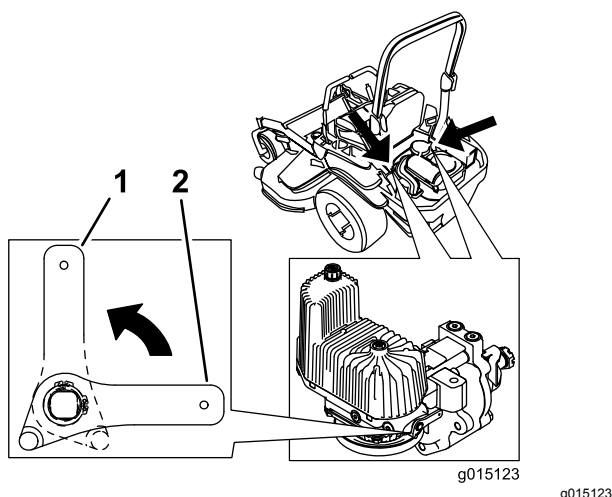

Figura 43
3. Gire las palancas de las válvulas de desvío a la posición vertical para empujar la máquina (Figura 43).
5. Gire las palancas de las válvulas de desvío a la posición horizontal para conducir la máquina (Figura 43).